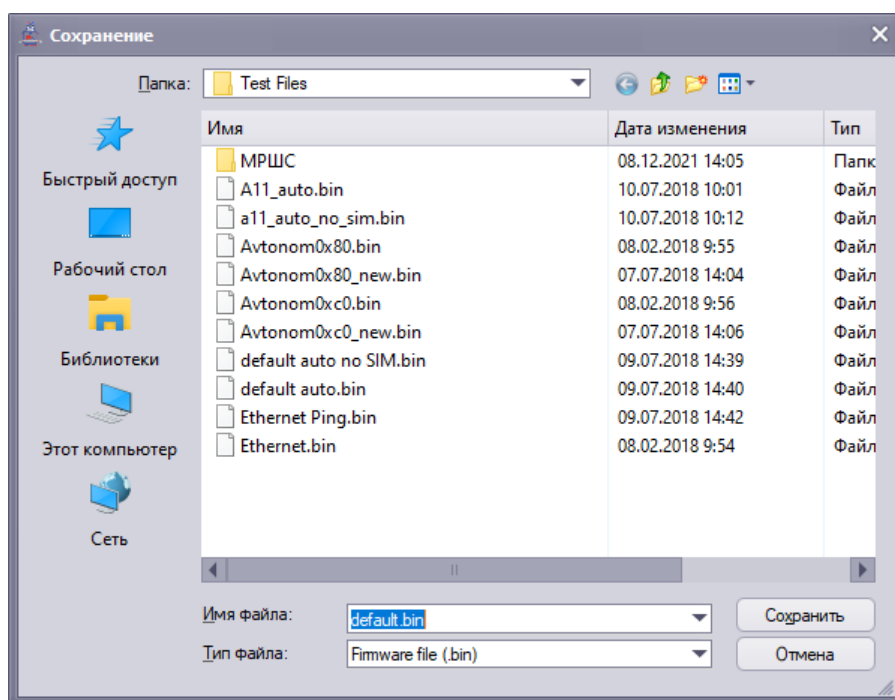

Рисунок 21
3.9.2 Для записи в файл на жесткий диск ПЭВМ параметров прибора (устройства), установленные в процессе программирования, нажать в главном меню «Файл/Сохранить файл настроек». В появившемся окне «Сохранение» (рисунок 21) выбрать место хранения файла в поле «Имя файла» ввести имя под которым будет сохранен файл.